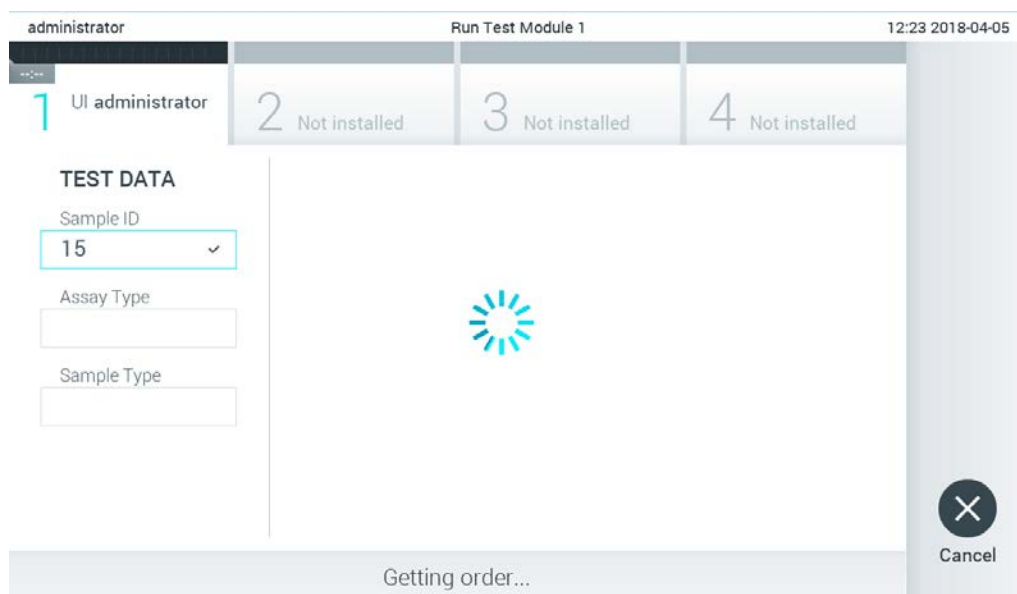

Figura 76. Afișaj în timpul regăsirii comenzii de testare.
3. ID-ul probei va fi trimis către gazdă și, în timp ce QIAstat-Dx Analyzer 1.0 așteaptă o comandă de testare, se afișează mesajul „Getting order...” („Se obține comanda...”) (Figura 76).